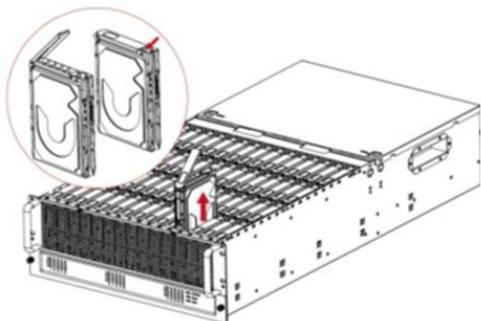

Рисунок 93 - Удаление лотка привода жесткого диска
- 3) Удалите заменяемый диск из лотка (Рисунок 93).